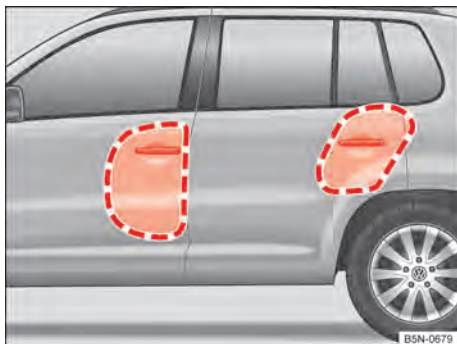
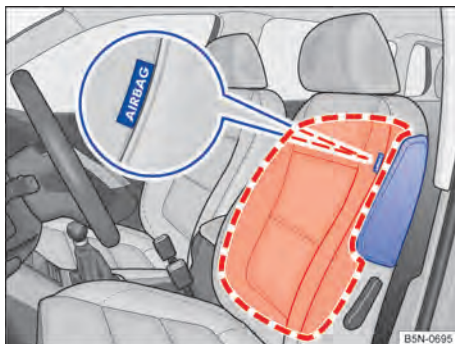

Fig. 74 No lado esquerdo do veículo: áreas de desenvolvimento do airbag lateral.
Fig. 75 Lateralmente no assento dianteiro: local de montagem e área de expansão dos airbags laterais.
Dependendo da versão do veículo, há airbags laterais instalados para os assentos laterais dianteiros e traseiros \Rightarrow Fig. 74.
- Os airbags laterais para os bancos dianteiros encontram-se nos estofamentos externos dos encostos do banco do condutor e do banco do passageiro dianteiro \Rightarrow Fig. 75.
As áreas destacadas em vermelho \Rightarrow Fig. 74 ou \Rightarrow Fig. 75 são cobertas pelos airbags frontais acionados (área de expansão). Por esse motivo, nunca podem ser colocados ou fixados objetos nessas áreas \Rightarrow .